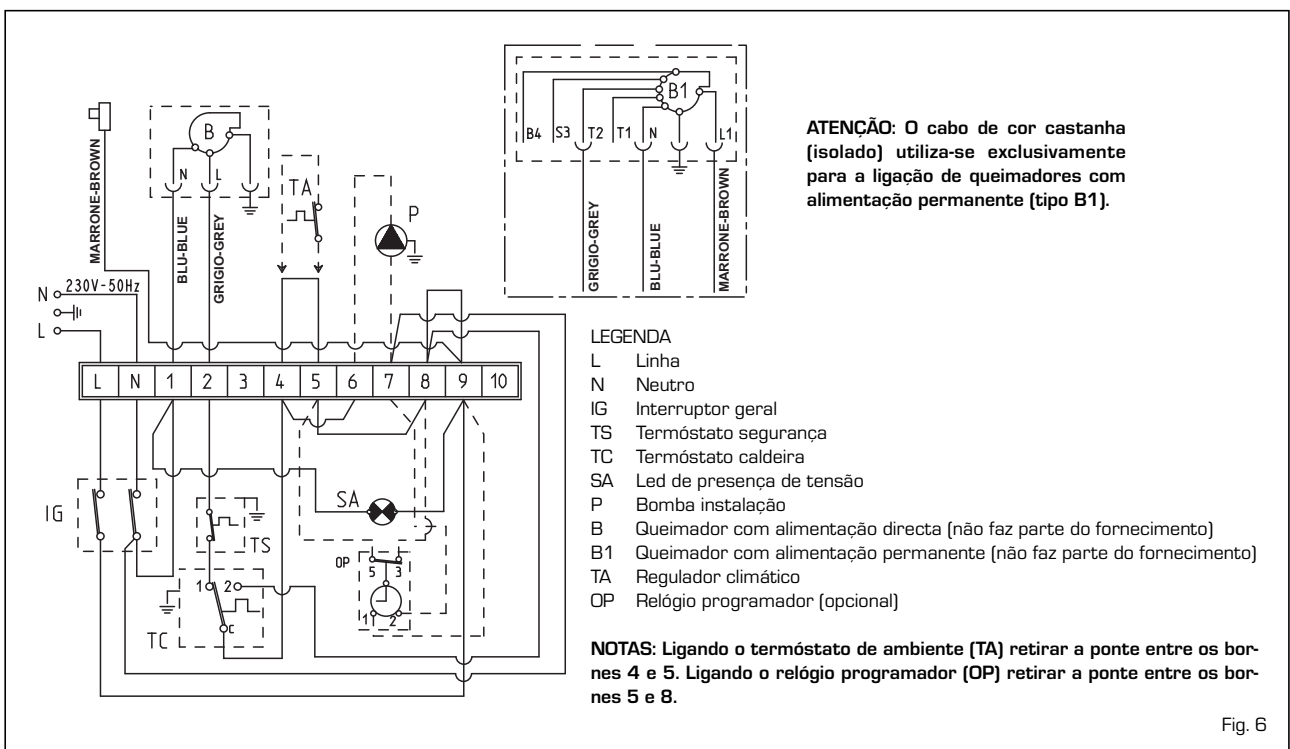

Fig. 6
- Ligar os cabos como indicado no esquema (fig. 6/a).